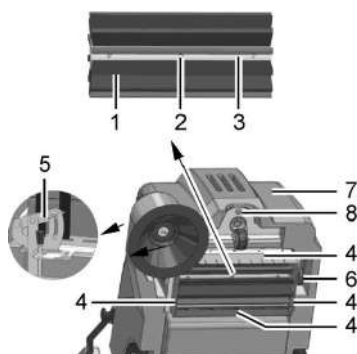

Fig. 10
Limpieza del espacio del cepillo El espacio del cepillo con cepillo giratorio (Fig. 10/1) y juntas (Fig. 10/4) debe comprobarse diariamente para detectar suciedad y, en caso necesario, limpiarse.
Cambio de cepillo giratorio El cepillo giratorio (Fig. 10/1) debe controlarse semanalmente y sustituirse en caso de desgaste.
2. Afloje los seis tornillos (Fig. 10/2) del cepillo giratorio y retire los dos segmentos del rodillo.
Ajuste del patrón de barrido En caso de desgaste del cepillo, y después de cambiar el cepillo giratorio (Fig. 10/1), reajuste el patrón de barrido.
1. Apague la máquina, desenrosque el perno de bloqueo (Fig. 10/8) y abra el capó (Fig. 10/7).
2. Afloje la tuerca de mariposa de la palanca de ajuste (Fig. 10/5) y ajuste el patrón de barrido utilizando la palanca de ajuste girándola hacia arriba y hacia abajo hasta que toque el suelo.
8. Cierre el capó (Fig. 10/7) y vuelva a atornillar el perno de bloqueo (Fig. 10/8)
Las cuatro tiras selladoras (Fig. 10/4) deben controlarse semanalmente y cambiarse en caso de desgaste.
2. Retire las cuatro tiras selladoras (Fig. 10/2) con soportes.
La correa dentada (Fig. 10/6) debe controlarse cada 500 horas de funcionamiento y sustituirse en caso de desgaste.
2. Afloje la correa dentada (Fig. 10/6) con la polea tensora y retire la correa.
4. Cierre el capó (Fig. 10/7) y vuelva a atornillar los pernos de bloqueo (Fig. 10/8).